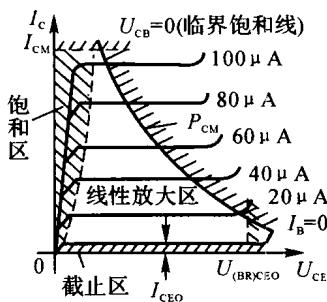

图 1.6
(2) 特性曲线:三极管的输出特性 $I_C = f(U_{CE}) \mid I_B = \text{常数}$ 是一个曲线簇,如图 1.6 所示。